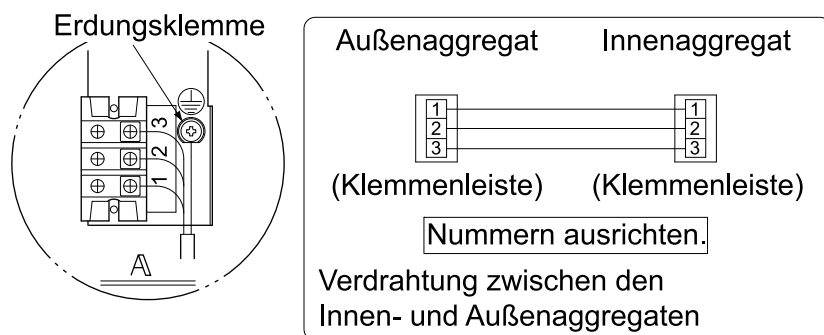

Abb. 29
- Entfernen Sie den Schaltkastendeckel und den Rohrbügel wie in **Abb. 29** gezeigt und schließen Sie die Kabel mit den entsprechenden Nummern an der Klemmenleiste (X2M: 3P) an der rechten Seite der Einheit an. Schließen Sie den Erdungsdraht an der Erdungsklemme an. Ziehen Sie die Leitungen hierzu durch die Kabel-Durchlassöffnung in die Einheit und befestigen Sie sie mit der Klemme (8) am Erdungsdraht.